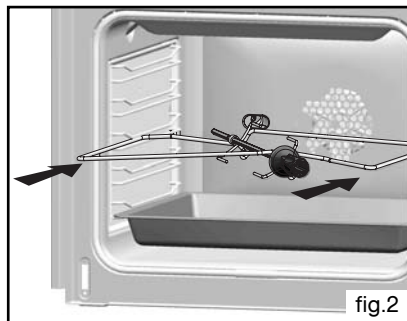

fig.2
• Plat multi usages (fig.2)
• placez la broche sur son berceau (fig.2).
Faire levier sur ces pièces afin de déclipper la glace (fig.2).
Décrochez le gradin fil (B fig.2) à l'avant en le soulevant (schéma A fig.1). Tirez vers soi l'ensemble du gradin, le soulever afin de décrocher l'attache de fixation arrière (schéma B fig.1). Le sortir des 2 trous (C fig.2) de la paroi catalytique et du moufle du four. Retirez ensuite la paroi catalytique (A fig.2). Remplacez les nouveaux éléments (gradins) en effectuant les opérations inverses.
Dévissez complètement la vis (E fig.2) située en haut de la paroi du fond (D fig.2). Inclinez la paroi vers l'avant afin de la retirer du moufle. Remplacez la nouvelle paroi en effectuant les opérations inverses.